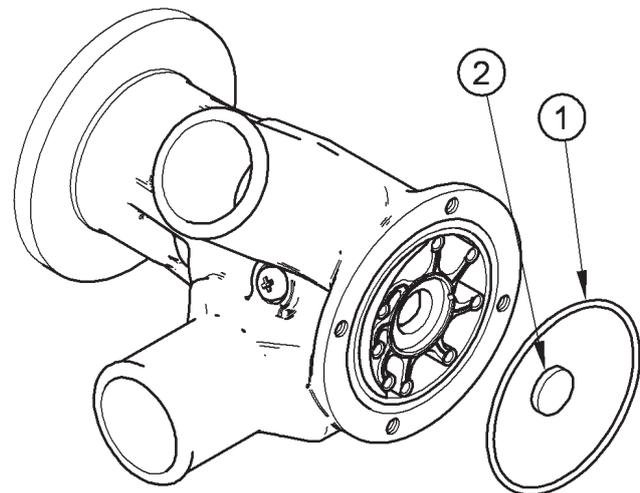
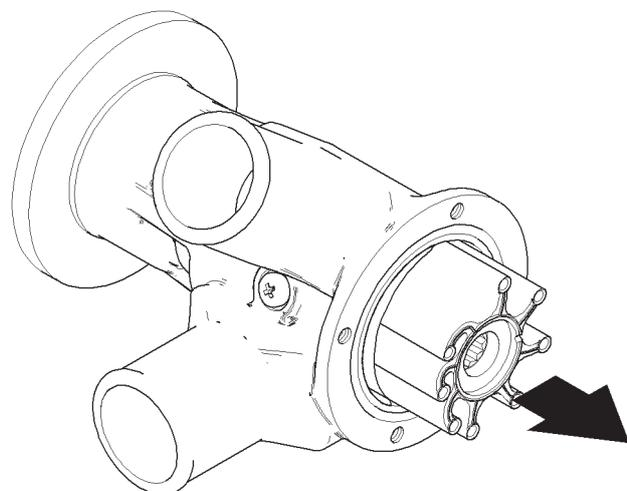

Figura 7
Figura 8
3. Tenga cuidado con la junta tórica (Figura 7, elemento 1).
4. Quite el tapón de goma (Figura 7, elemento 2) y tire del impulsor para sacarlo del eje (Figura 8).